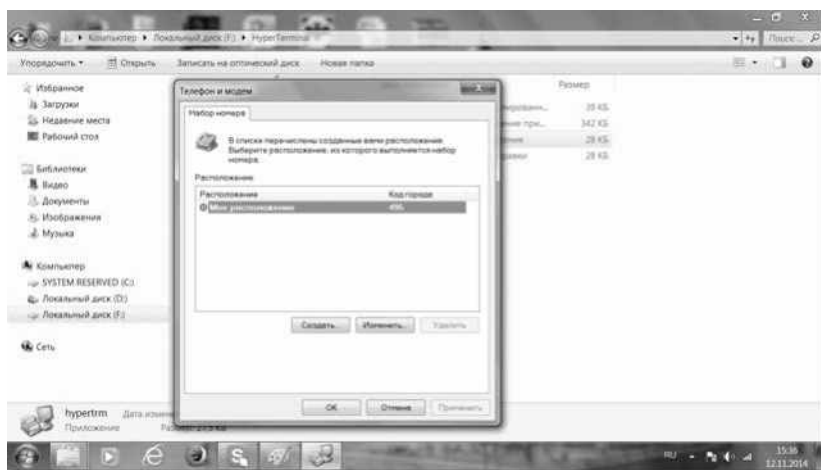

Рис. 19
4.4. Появится окно «Телефон и модем» → Нажимаем «ОК» (рис.19).